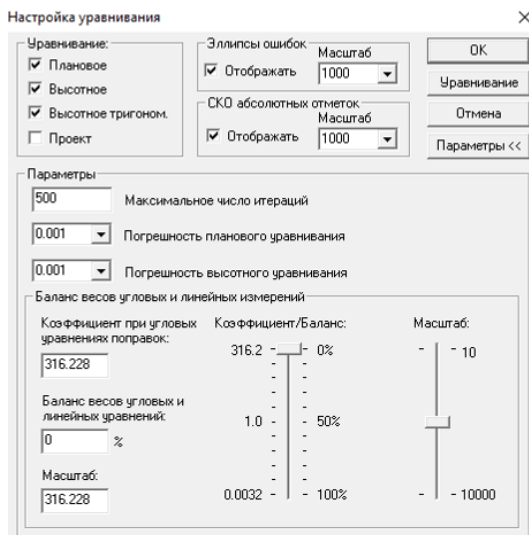

Рисунок 2.12 – Налаштування балансу ваг вимірювань
5. У налаштуваннях урівнювання **Розрахунки/Зрівноваження/Налаштування [Расчеты/Уравнивание/ Настройка]** слід задати **Баланс ваг кутових та лінійних вимірів [Баланс весов угловых и линейных измерений]** на рівні 0% (рис. 2.12). Це дозволить програмі всі поправки при урівнюванні вводити у відстань, не змінюючи виміряні кути.